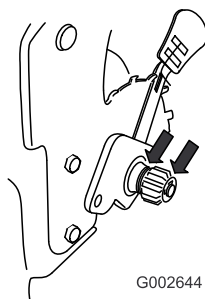

Bild 45
2. Tragen Sie Schmieröl auf die Innen- und Aussenseiten des Getriebes auf, wie in Bild 45 gezeigt.